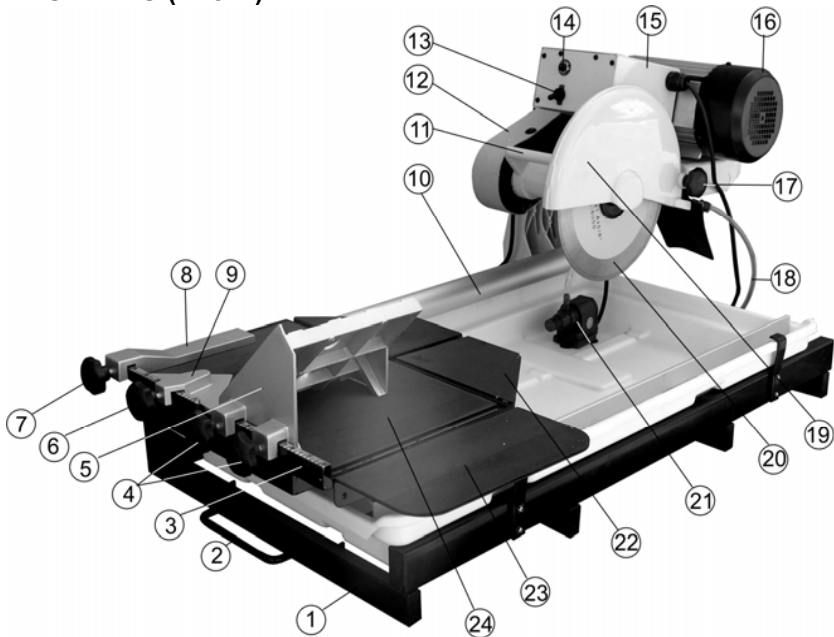

Рис.2.
11.3. Выполнение работы, Рис. 2
7. УСТРОЙСТВО (Рис. 2)
9.1. Установите и закрепите две ручки (2), Рис. 2.
9.5. В зависимости от предполагаемой операции и размеров заготовки, установите удлинители стола (22 и 23), Рис. 2.
9.6. В зависимости от предполагаемой операции, установите и винтами крепления (4,6 или 7) зафиксируйте наклонный стол (5), или угловой упор (9), или направляющий упор (8), Рис.2.
9.7. Подключите вилку питания (36) насоса (21) к розетке электрошита (15), шланг насоса вставьте в специальную ответную часть, как показано на Рис. 2,6.
9.8. Надежно закрепите насос (21) на корпусе поддона с помощью четырёх присосок, вмонтированных в корпус насоса (21). Насос (21), электропровод питания и шланг (18) не должны мешать перемещению рабочего стола (24), Рис.2.
11.1. Принцип работы (Рис. 2)
11.2. Подготовка к работе, Рис. 2